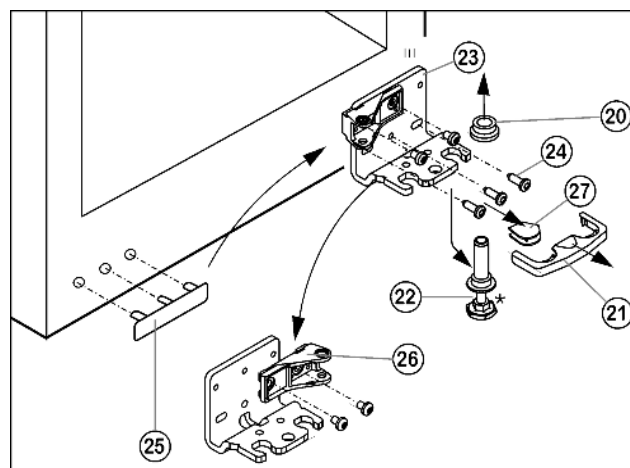

Fig. 7
- ▶ Предохранитель Fig. 7 (21) снимите движением вперед.
- ▶ Снимите крышку Fig. 7 (27).*
- ▶ Полностью вверните регулирующую опору Fig. 7 (22).
- ▶ Вытяните опорный палец Fig. 7 (22) вниз и вперед. При этом следите за гнездом шарнира Fig. 7 (20).
- ▶ Открутите опорный кронштейн Fig. 7 (23) (3 шт. Torx 25) Fig. 7 (24).
- ▶ Осторожно приподнимите и переставьте крышку со стороны ручки Fig. 7 (25).
- ▶ Снова прикрутите опорный кронштейн Fig. 7 (23) на новой стороне шарнира при необходимости с помощью аккумуляторного шуруповерта.
- ▶ Открутите опорную деталь Fig. 7 (26) и прикрутите снова с поворотом на 180°.
- ▶ Установите крышку Fig. 7 (27) на противоположной стороне.*
- ▶ Предохранитель (21) нужно зафиксировать сбоку на кронштейне, чтобы опорный палец и двери были защищены от выпадения.
- ▶ Снова установите предохранитель (21) на опорном кронштейне.
- ▶ Наденьте гнездо шарнира Fig. 7 (20).